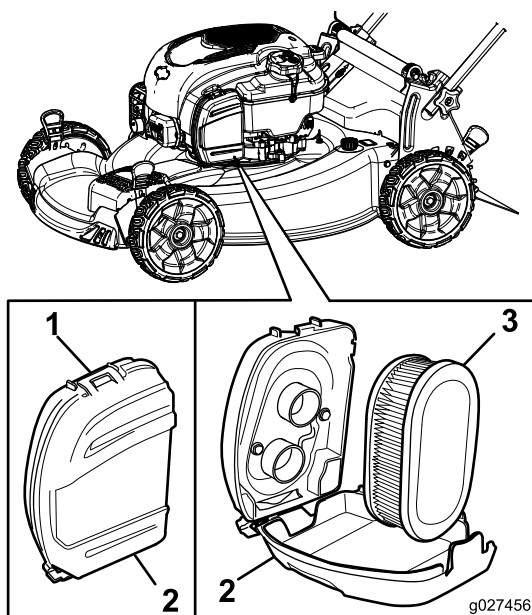

Figure 26
1. Déclipsez le haut du couvercle du filtre à air (Figure 26).
2. Déposez le filtre à air (Figure 26).